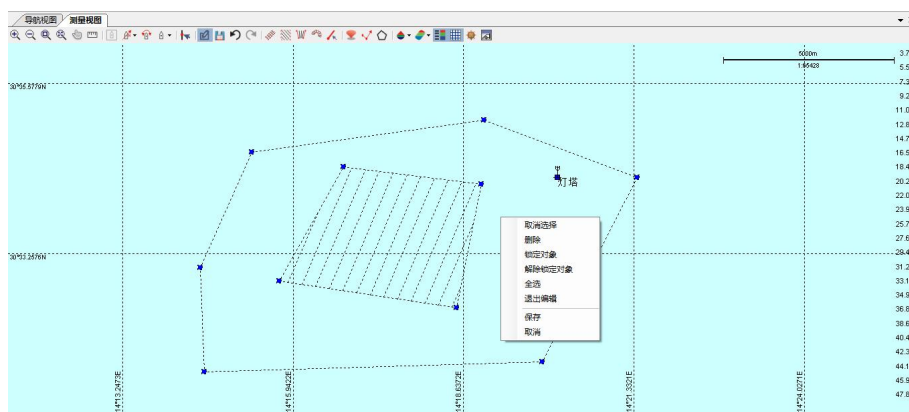

图 10.16 选择多个图形对象视图
(1) 按下鼠标左键，框选多个图形对象（计划线、航线、标记、工作区域），被选中的对象如图 10.16 所示，然后点击鼠标右键，可以“取消选择”和“删除”被选中的对象，还可以锁定或解除锁定对象。对象被锁定后，将无法通过鼠标进行编辑。